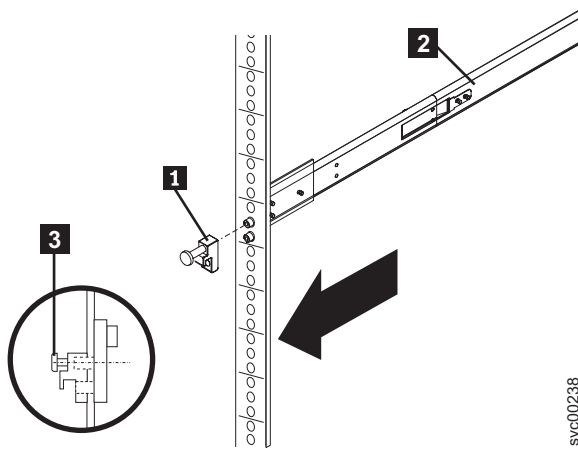

図 39. ラッチ・ストライクのレール前面への取り付け
5. 拘束ねじ **3** を使用して、図 39 に示すように、1 つのラッチ・ストライク **1** を右方レール **2** の前面に取り付けます。このねじは、手できつく締めるだけにしてください。同様に、もう 1 個のラッチ・ストライクを左方レールの前面に取り付けます。